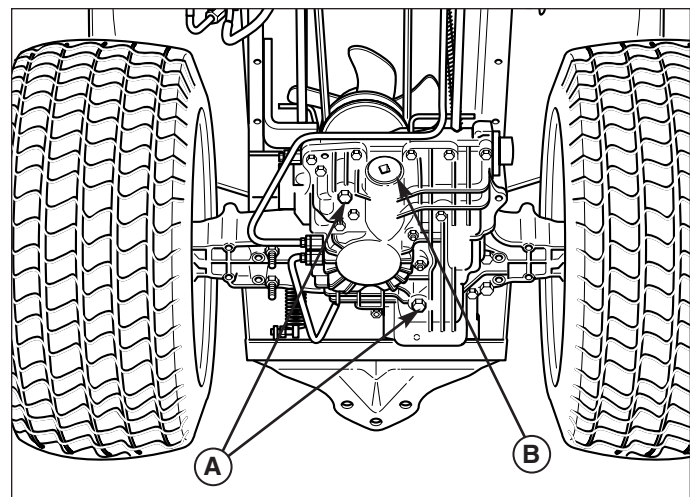

Figure 34. Bouchons de vidange de transmission
1. Placer un entonnoir de vidange sous la transmission et retirer les deux bouchons de vidange de 14 mm (A, Figure 34).
3. Déposer le capuchon d'accès au filtre (B, Figure 34).